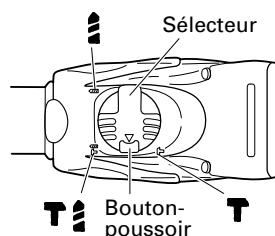

Fig. 13
- (1) Montez la pointe de broyage ou le burin.
- (2) Appuyez sur le bouton presseur et positionnez le sélecteur au milieu des repères **T** et **T**. (Fig. 13)